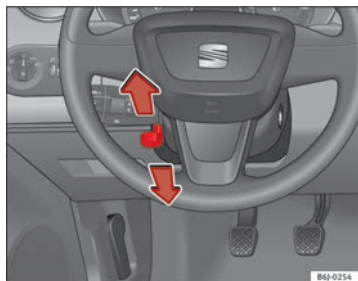

Fig. 105 Réglage en hauteur du volant
- Poussez le levier ⇒ fig. 105 situé sous la colonne de direction vers le bas ⇒ ⚠.
- Réglez le volant jusqu'à ce que vous obteniez la position souhaitée ⇒ fig. 105.
- Réglez le siège du conducteur ou le volant de sorte que la distance entre celui-ci et votre thorax soit au moins de 25 cm ⇒ fig. 105. Si vous ne respectez pas cette distance minimale, le système d'airbags sera dans l'incapacité de vous protéger – danger de mort !